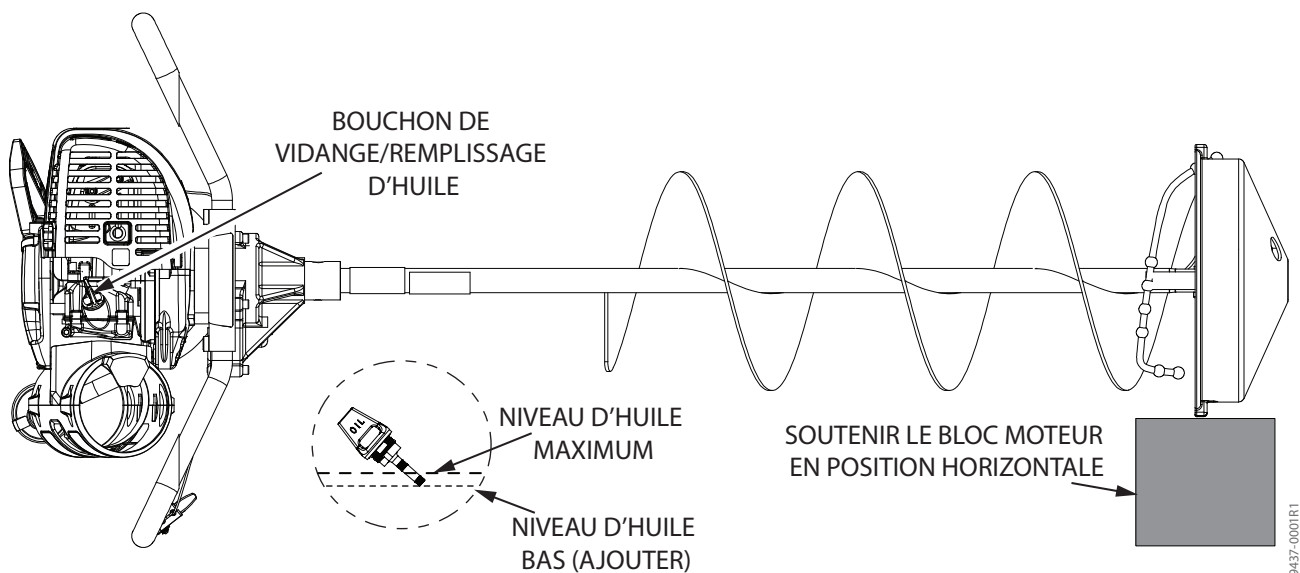

FIGURE 2
2. Pour ajouter de l'huile au moteur, raccorder la tarière au bloc moteur. Mettre le bloc moteur en position horizontale. **VOIR FIGURE 2.**